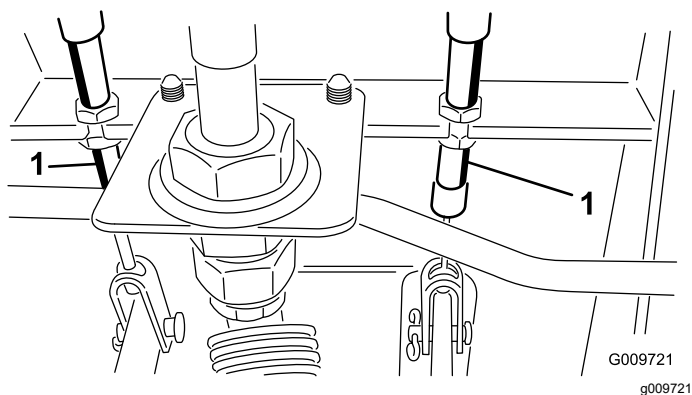

Figure 81
- A. Desserrez l'écrou avant sur l'extrémité filetée du câble de frein (Figure 81).